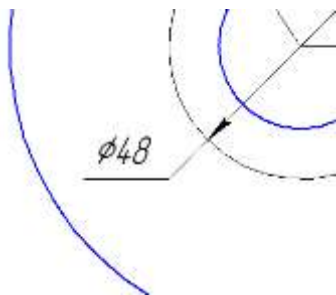
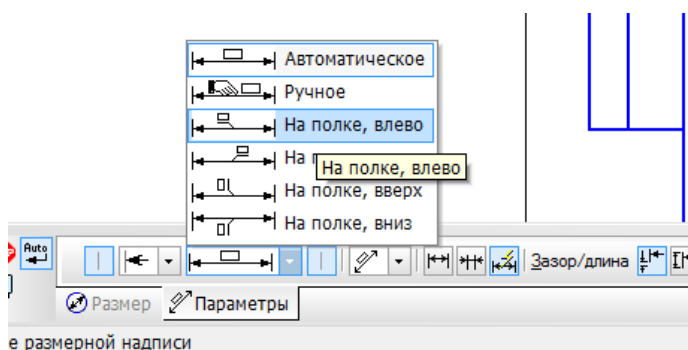

Рис. 18.11
Рис. 18.12
- Для установки размерного числа на полке (рис. 18.11), воспользуйтесь вкладкой **Параметры** ► **На полке влево** на **Панели свойств** (рис. 18.12).